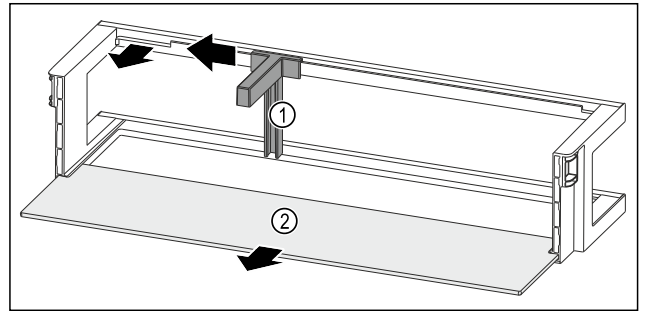

Fig. 86 Estante en la contrapuerta con soporte para botellas y estante
- Empuje el soporte para botellas Fig. 86 (1) hacia un lado hasta la entalladura.
- Retire el soporte para botellas Fig. 86 (1).
- Retire el estante Fig. 86 (2).